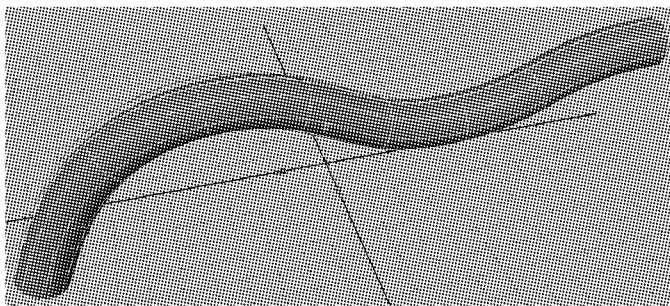

图 3-29 挤压后的效果
- ② Result position(结果位置)有以下几个选项。
- ③ Pivot(枢轴点): 此选项只有在设置 Style 为 Tube 时才被激活。
- ④ Orientation(方向): 此选项只有在设置 Style 为 Tube 时才被激活。有根据路径线的方向和根据封闭线的方向两种选择。
- ⑤ Curve range(曲线范围): 有 Complete(完全)即所选曲线成面和 Partial(部分)即部分曲线成面两种选择。
- ⑥ Output geometry(输出几何体): 可将生成曲面输出改变为几种不同的形体方式。
- (4) 执行 Extrude(挤出)命令,效果如图 3-29 所示。